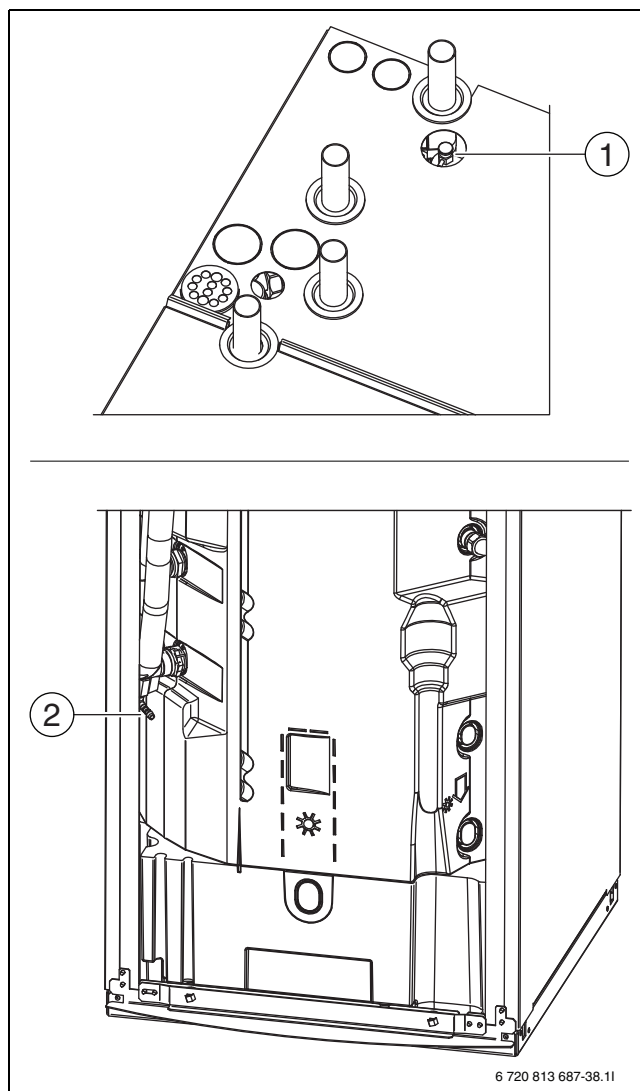

Bild 21 Avluftningspunkter
4. Öppna avluftningsskruven på taket av värmepumpen (→ [1] Bild 21) och ha den öppen tills endast vatten kommer ur dräneringsslangen. Stäng avluftningsskruven.
6. Anslut en liten slang eller håll ett lämpligt kärl mot nippeln på avtappningsventilen (→ [2] Bild 21).